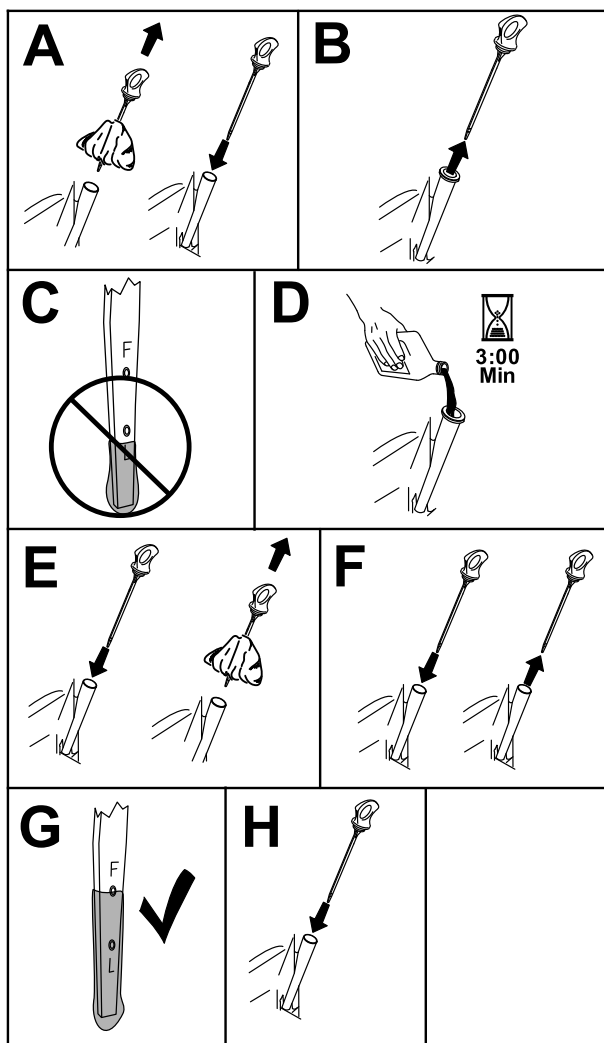

Figura 34
3. Para que no entre suciedad, recortes de hierba, etc., en el motor, limpie la zona alrededor del tapón de llenado/varilla de aceite antes de retirarlo (Figura 34).